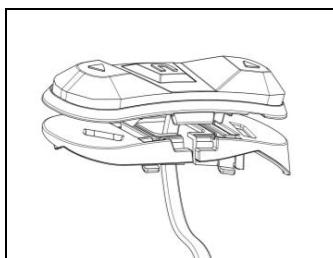
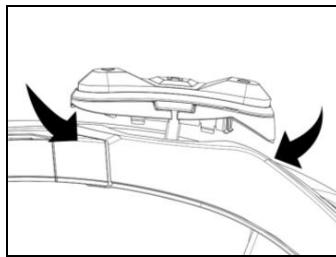

Fig. 19
Fig. 20
- Vrid stödet till knappssatsen så att det sitter som i Fig. 19 och haka fast det vid knappssatsen (Fig. 20).